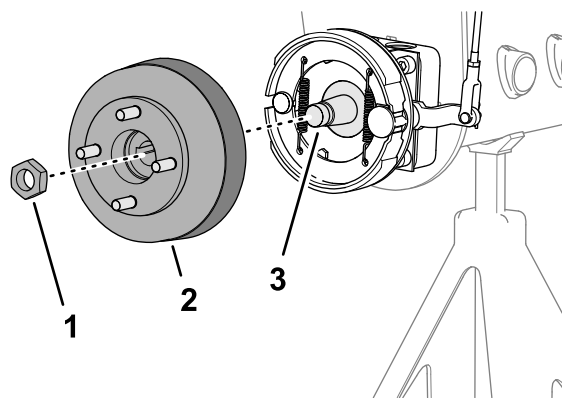
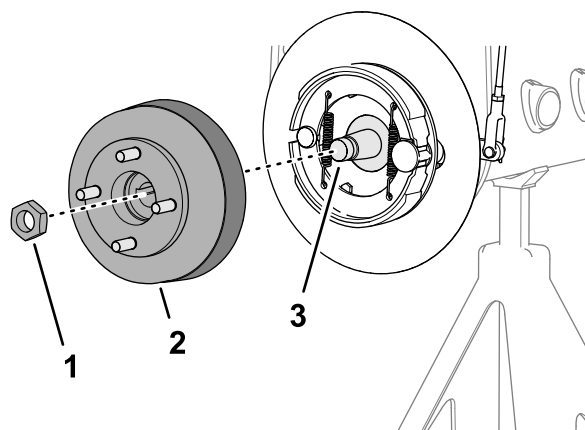

图 73
图 74
3. 将轮毂和制动鼓组装到车轮马达轴上图 73 或图 74。
4. 用锁紧螺母将轮毂固定到轴上图 73 或图 74 并用手拧紧。